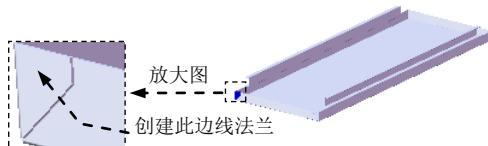
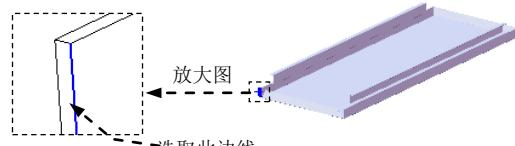

图 17.6.25 创建边线—法兰 13
图 17.6.26 定义特征的边线
Step13. 创建图 17.6.25 所示的边线一法兰 13。
(1) 选择命令。选择下拉菜单 **插入(I)** → **钣金(B)** → **边线法兰(E)...** 命令, 系统弹出“边线法兰”对话框。
(2) 定义特征的边线。选取图 17.6.26 所示的模型边线为生成的边线法兰的边线。
(3) 定义法兰参数。在 **角度(G)** 区域的 **文本框** 中输入角度值 90.0。在“边线法兰”对话框 **法兰长度(L)** 区域的下拉列表中选择 **给定深度** 选项, 在 **文本框** 中输入深度值 15.0。在此区域中单击“内部虚拟交点”按钮 。在 **法兰位置(N)** 区域中, 单击“材料在外”按钮 .
(4) 单击 按钮, 完成边线一法兰 13 的初步创建。